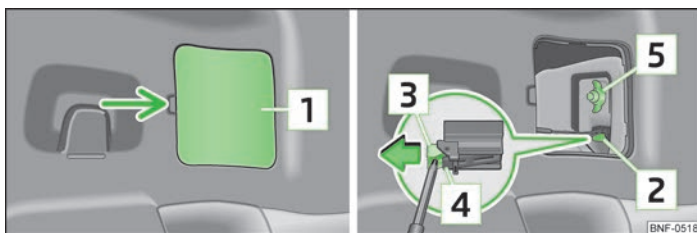

Fig. 126 Demontarea blocului optic spate
- » Basculați capacul **1** » fig. 126, sub marginea inferioară a blocării **3** împingeți șurubelnița » pagina 130, *Trusa de scule* și trageți elementul de fixare de pe conectorul **2** în sensul săgeții.